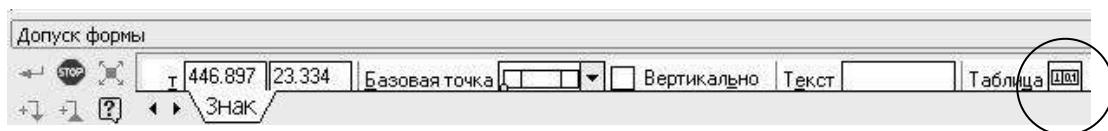
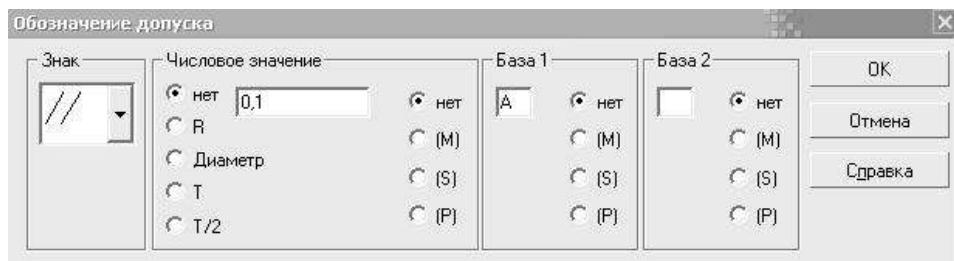

Рис.70 Панель свойств создания допуска формы
Рис.71 Обозначение допуска формы
3.1. Покажите на чертеже допуск на параллельность верхней и нижней поверхностей. Для этого нажмите кнопку на **Панели свойств** кликните левой кнопкой мыши в окне Таблицы (Рис.70), в появившемся диалоге (Рис.71) выберите знак параллельности, введите численное значение допуска и укажите базу, нажмите ОК.